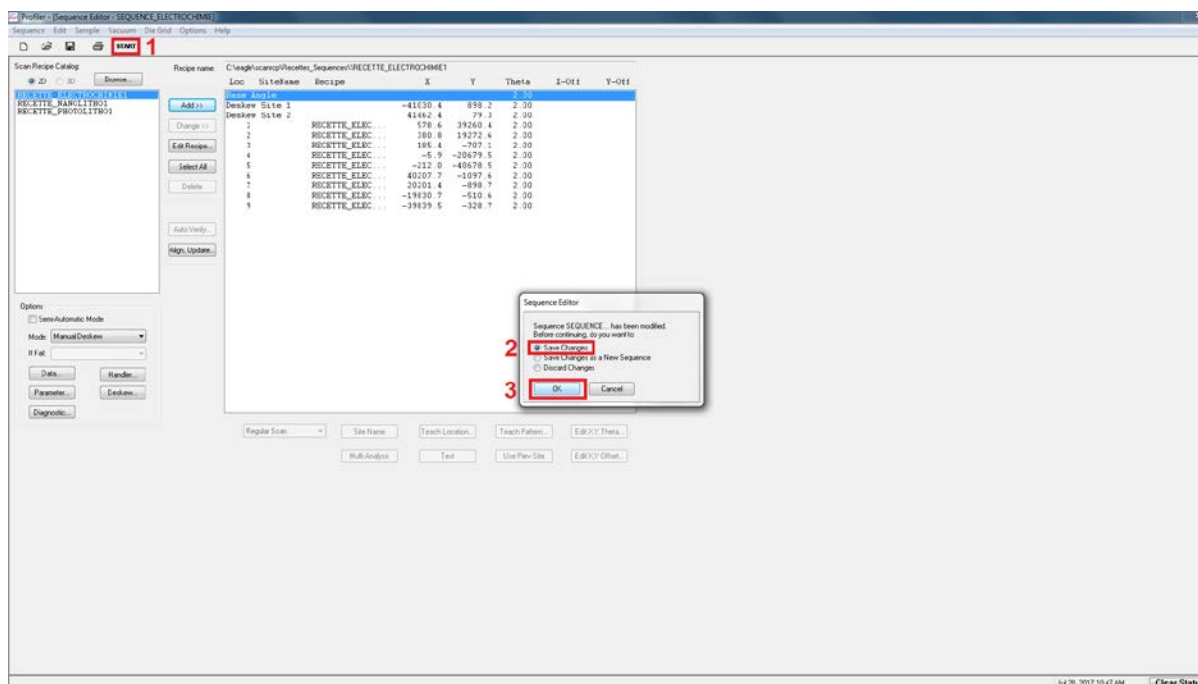

Figure 27 : Sequence editor
La fenêtre « Sequence editor » (Figure 27) s'affiche, appuyer sur « Start » (1). Enregistrer les changements dans la séquence (2) puis cliquer sur OK (3).